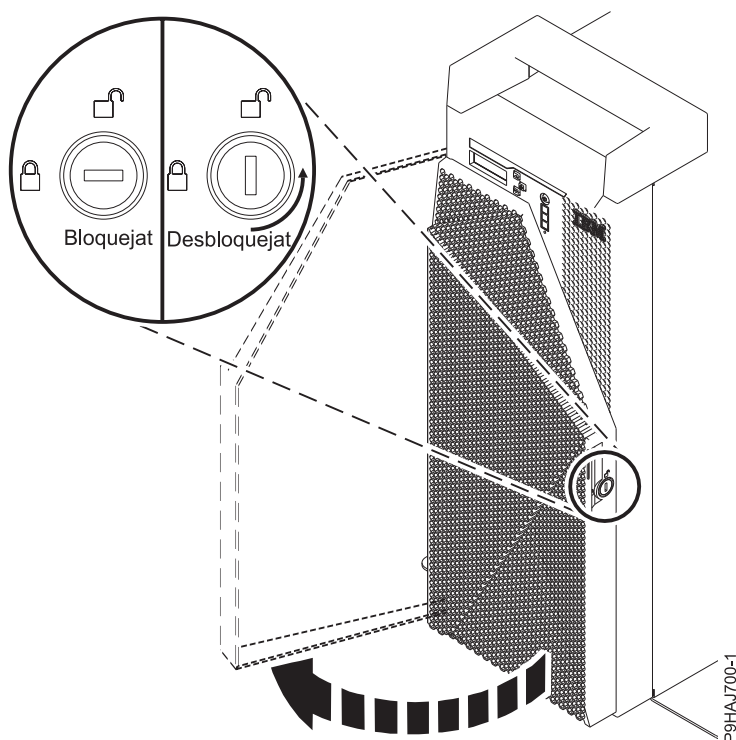

Figura 15. Desbloqueig de la porta frontal
1. Inseriu la clau de la porta frontal al pany, tal com es mostra a la Figura 15 a la pàgina 34. Feu girar la clau a l'esquerra (en el sentit de les agulles del rellotge) per tal de desbloquejar la porta. La posició horitzontal és de bloqueig i la posició vertical és de desbloqueig. Obriu la porta frontal.